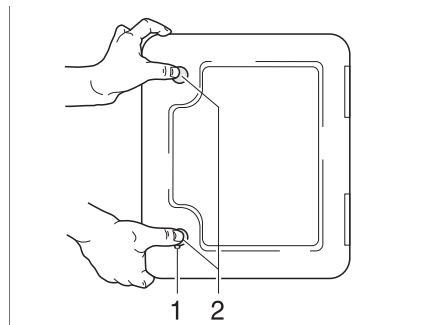

Fig. 153 Trampilla para el inodoro cassette
- Abrir la trampilla para el cassette en el exterior del vehículo. Para esto, introducir la llave en el cilindro de cierre del cierre a presión (Fig. 153,1) y girarla un cuarto de vuelta.
- Presionar ambos cierres a presión (Fig. 153,2) al mismo tiempo con el pulgar y abrir la trampilla para el cassette.